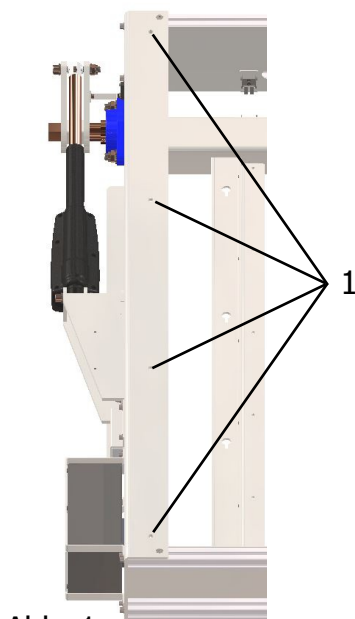

Abb. 1
2. An der Oberseite des Systems finden Sie je 4 Bohrungen die für die Montage an der Decke verwendet werden (Abb.1).